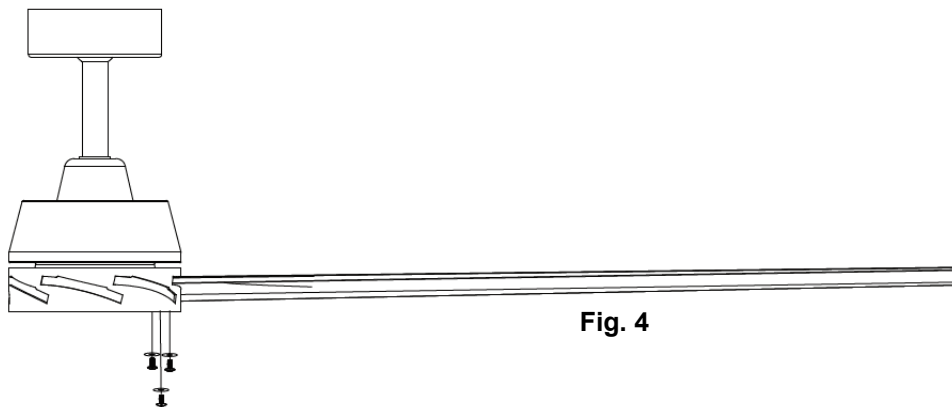

Fig. 4
**Installazione delle pale (Fig. 4)**